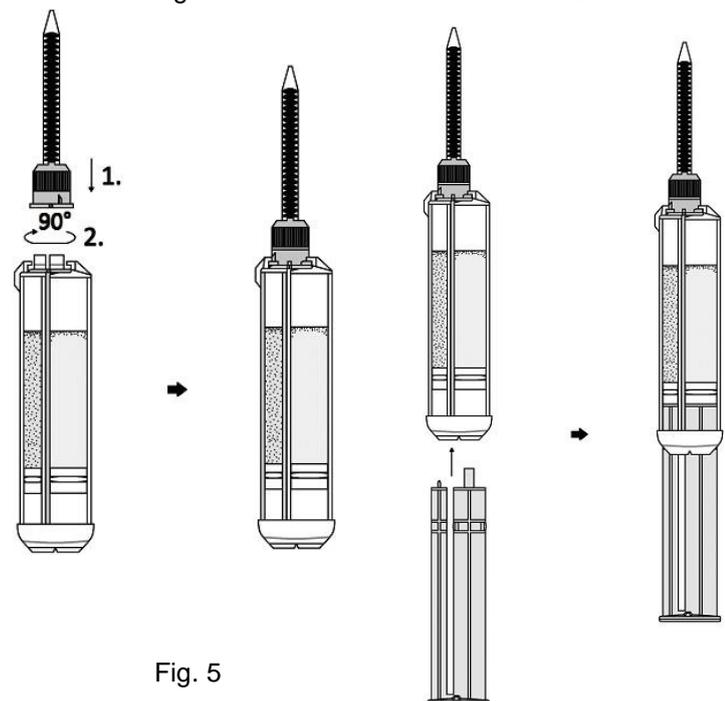

Fig. 5
5. Presione la punta del aplicador firmemente contra la jeringa y gire la tuerca de la punta del aplicador 90° en el sentido de las agujas del reloj para bloquear la punta en la jeringa (fig. 5).